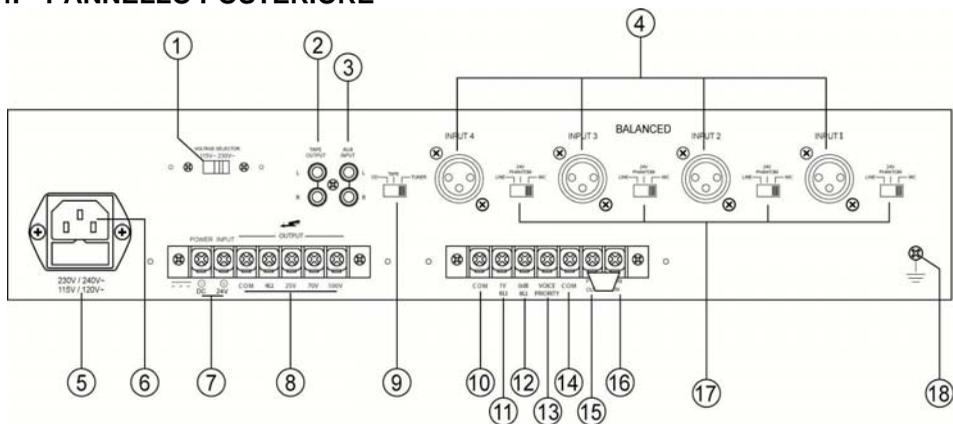

fig.2
- Gli ingressi INPUT1, INPUT2, INPUT3, INPUT4 sono di tipo XLR universale bilanciato, utilizzabili per il collegamento sia di microfoni dinamici a bassa impedenza ( $30-600\Omega$ ), sia di microfoni a condensatore con alimentazione phantom a 24V, sia di sorgenti audio con uscita del segnale livello "linea" (es. sintonizzatore AM/FM, lettore di cassette, lettore CD, ecc.). **Per scegliere il tipo di sorgente da connettere agire sui selettori (fig.2 rif.17): posizione LINE per sintonizzatori AM/FM, lettori CD ecc, posizione MIC per microfoni dinamici a bassa impedenza e posizione PHANTOM per microfoni a condensatore.** L'ingresso INPUT1 è provvisto della funzione VOX e, quando viene pilotato con un segnale, provvede a renderlo prioritario escludendo tutti gli altri ingressi; in questo modo viene diffuso unicamente il segnale audio dell'ingresso INPUT1.
Consente l'alimentazione dell'unità (**fig.2 rif.6**).
Prima di alimentare l'unità, controllare che il selettore della tensione di alimentazione (**fig.2 rif.1**) sia posizionato sullo stesso valore della tensione di rete.
Per accedere ai morsetti di connessione altoparlanti (**fig.2 rif. 8**) rimuovere il coperchio di protezione svitando le rispettive viti.